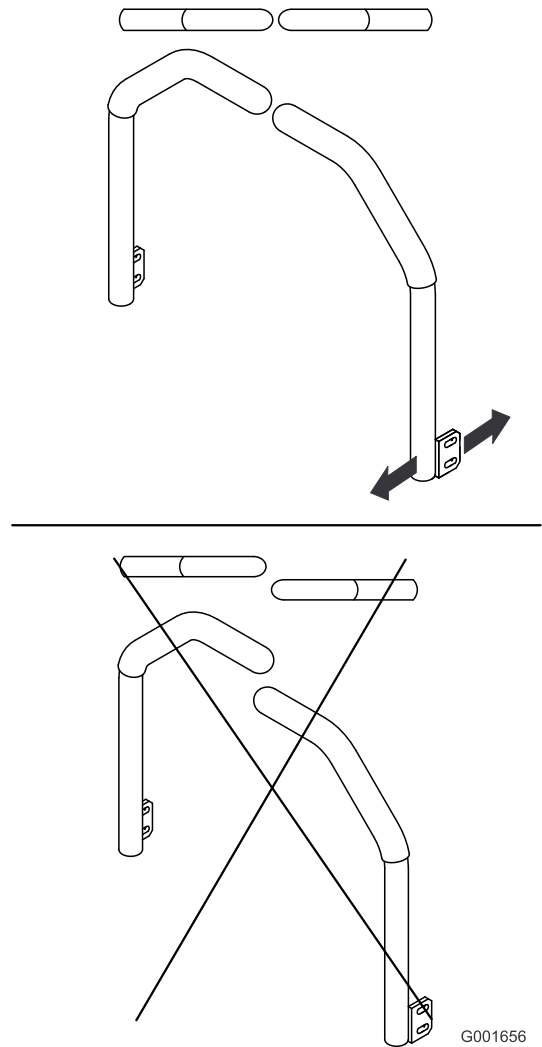

Figura 56
5. Ajuste las palancas de control de forma que queden alineadas entre sí y apriete los pernos para fijar las palancas a los soportes (Figura 56).